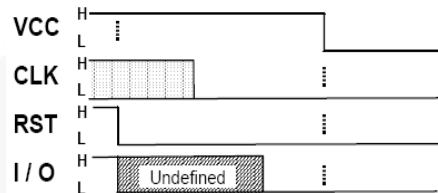

图 15. 去激活 (ISO 7816-3 2006)
为确保SIM卡电路在SIM卡触点物理连接之前正确禁用，IS 07816-3 2006规定了图 15中所述的事件顺序。FXLA2203为主机和SIM卡之间的禁用时序提供了完整的透明度。
1. 完成去激活时序 (参见图 15)。